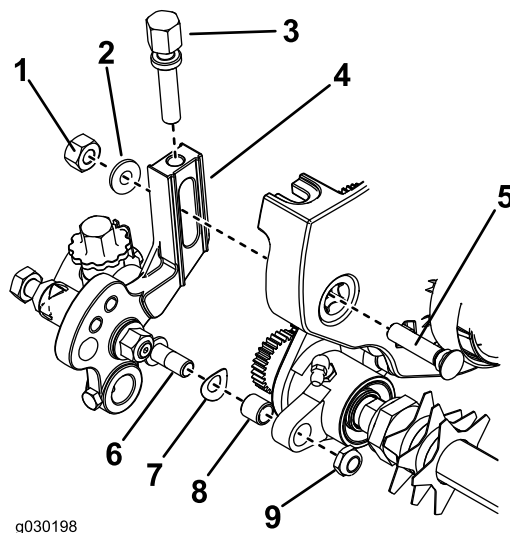

图13
1. 将轴套安装到右疏草刀驱动组件的孔中 图13。
2. 将剪草高度调整螺丝旋入右调整臂组件的顶部 图13。
3. 将弹簧垫圈安装到剪草高度臂组件的杆端上 图13。
4. 用防松螺栓、螺母和专用垫圈将右调整臂组件安装至滚刀组侧板 图13。
5. 用锁紧螺母将调整臂组件的杆端固定至疏草刀驱动组件 图13。
7. 将轴套安装到左疏草刀驱动组件的孔中图13。
8. 将剪草高度调整螺丝旋入左调整臂组件的顶部图13。
10. 将弹簧垫圈安装到左剪草高度臂的杆端上图13
11. 用防松螺栓、螺母和新垫圈将左调整臂组件安装至滚刀组侧板图13。
12. 用锁紧螺母将调整臂组件的杆端固定至疏草刀驱动组件图13。